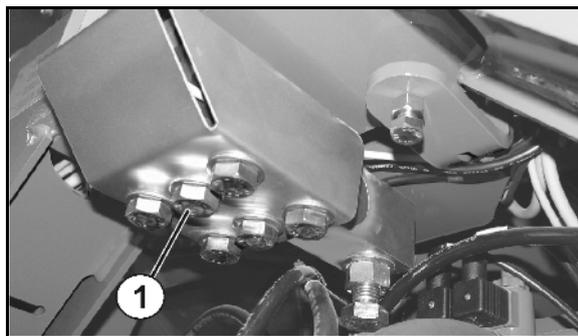

Fig. 53
- 6 tornillos de la célula de pesaje (Fig. 53/1)